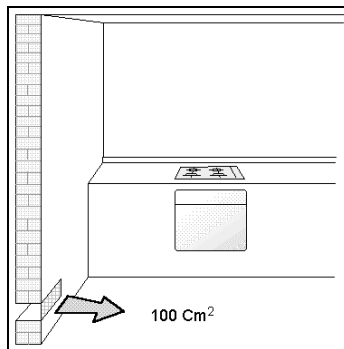
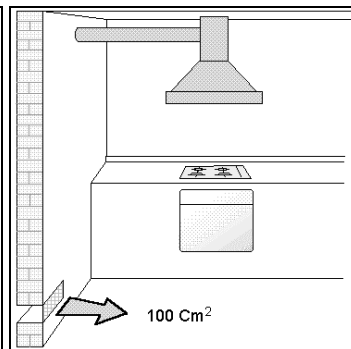

Fig.4
Fig.5A
**NOTE:** L'utilisation d'un appareil de cuisson au gaz produit de la chaleur et de l'humidité dans la pièce où il est installé. Il faudra donc prévoir une bonne ventilation de la pièce en veillant à ne jamais obstruer les ouvertures de ventilation naturelle. (FIG. 4) et en activant le dispositif mécanique d'aération / hotte d'aspiration ou ventilateur électrique ( FIG. 5A et 5B ). Une utilisation intensive et prolongée de la table, peut nécessiter une aération supplémentaire, par exemple l'ouverture d'une fenêtre ou une ventilation plus efficace par augmentation de la puissance d'aspiration mécanique, si elle existe.